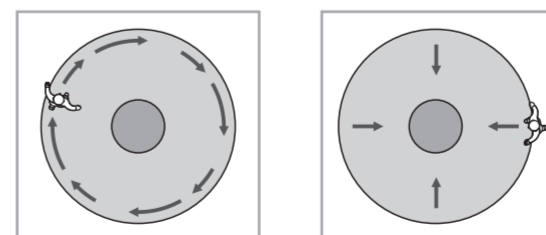

FIG.19
- 5.3.4 Gå fra utsiden over eller mot området med deteksjonsdekning inntil LED og forbruker slås på i 2 sek (Se FIG.19).